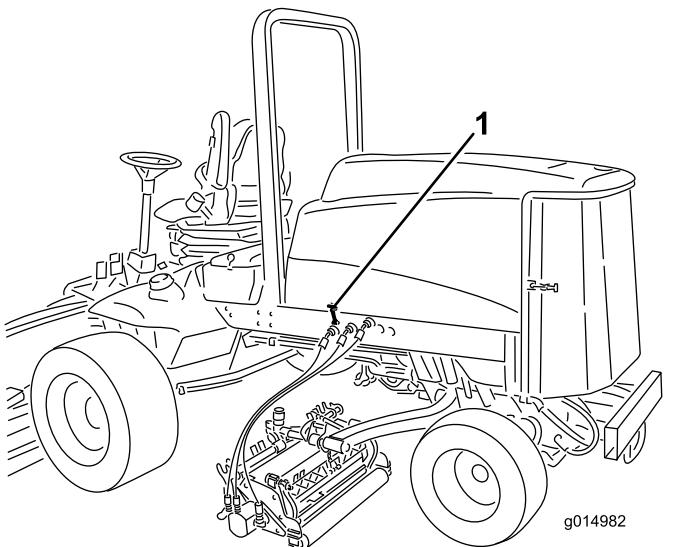

Bild 46
1. Lösen Sie die Motorhaubenriegel (Bild 46) und öffnen die Motorhaube.